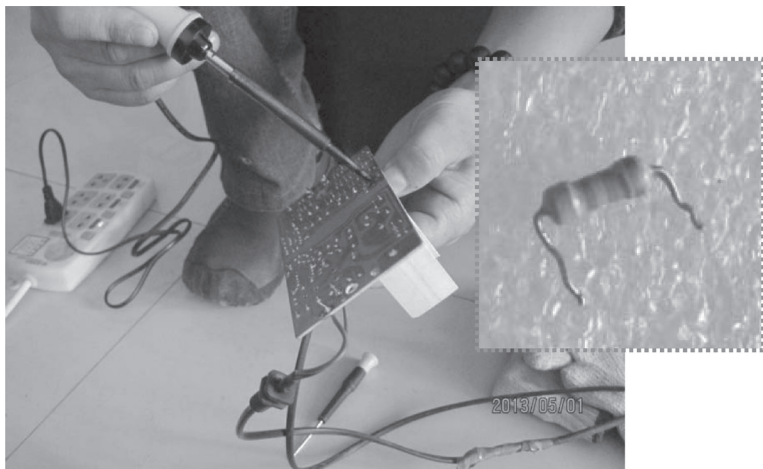

图 4-41 焊下电阻 R26
3) 拆下 R26 (如图 4-41 所示) 测量其阻值为无穷大,表明电阻 R26 损坏。